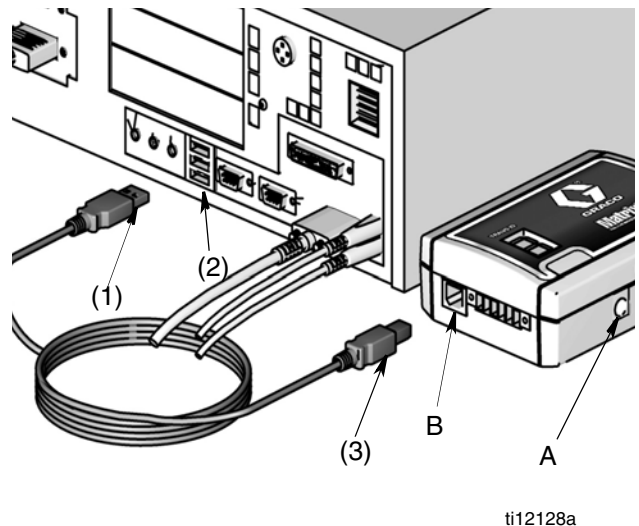

FIG. 5
- L'interconnexion prête à l'utilisation avec un **Câble USB** (Port USB) est recommandée pour des distances de câblage jusqu'à 16,4 pieds (5 mètres) entre l'émetteur-récepteur et l'ordinateur de Matrix. Voir FIG. 5, (B).
Câble USB prête à l'utilisation- (FIG. 5)
2. Branchez d'abord le bout rond du transformateur de puissance électrique à la prise d'alimentation de l'émetteur-récepteur (A) (FIG. 5) puis, branchez la prise du transformateur à une source d'alimentation de 120 à 240 VAC mise à la terre.